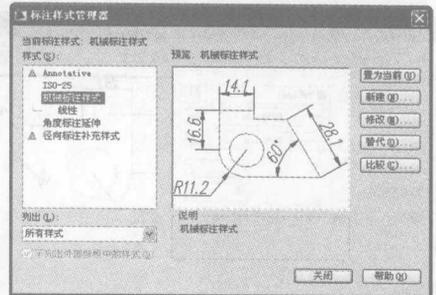

图 1-31 创建“径向标注补充样式”
2) 单击“确定”按钮，返回到“标注样式管理器”对话框，在“样式”列表框中显示出“样式替代”。选中“样式替代”使其亮显，单击鼠标右键，在弹出的快捷菜单中选择“重命名”命令，将“样式替代”重新命名为“径向标注补充样式”。该样式和原有的标注样式并列显示在样式列表框中，如图 1-31 所示。